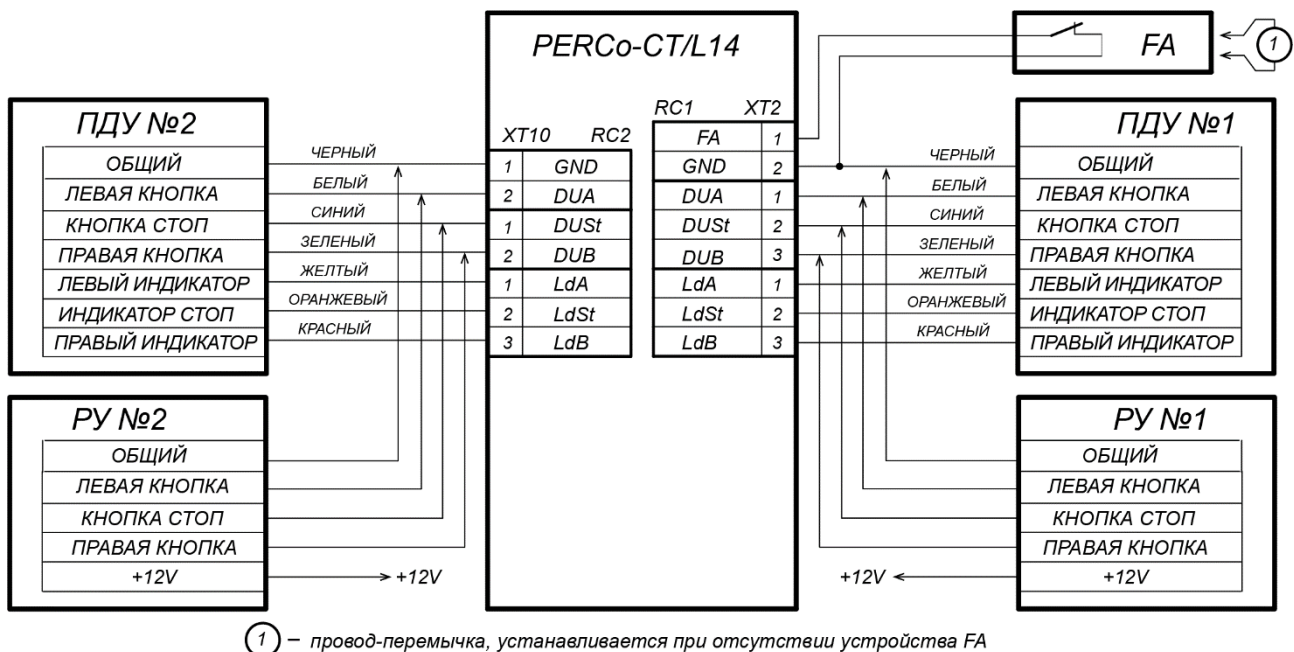

Рисунок 10. Схема подключения ПДУ или устройства РУ для вариантов конфигурации «Контроллер для управления турникетом» и «Контроллер АТП»
6. ПДУ №1 (или устройство РУ) подключается к клеммной колодке **XT2** нижней платы контроллера согласно схеме, представленной на рис. 10.
7. ПДУ №2 (или устройство РУ) подключается к клеммной колодке **XT10** нижней платы контроллера согласно схеме, представленной на рис. 10.
Подключение ПДУ1 осуществляется к контактам клеммной колодки **XT2**, подключение ПДУ2 осуществляется к контактам клеммной колодки **XT10** (см. рис. 10).